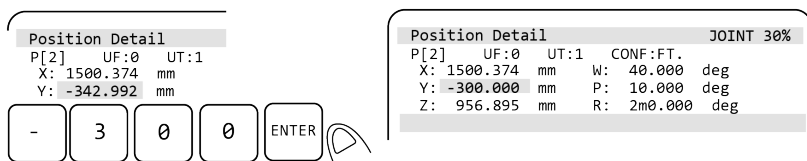

Рис. 22: Экран редактирования координат
3. Нажмите клавишу **F5 [POSITION]** для отображения экрана редактирования координат (рисунок 22);